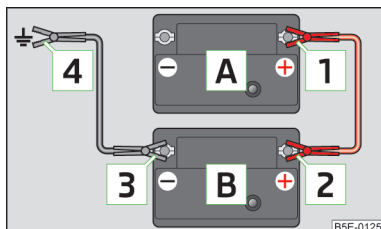

Fig. 148
- Fixați capătul **1** la polul plus al bateriei descărcate **A** » fig. 148.